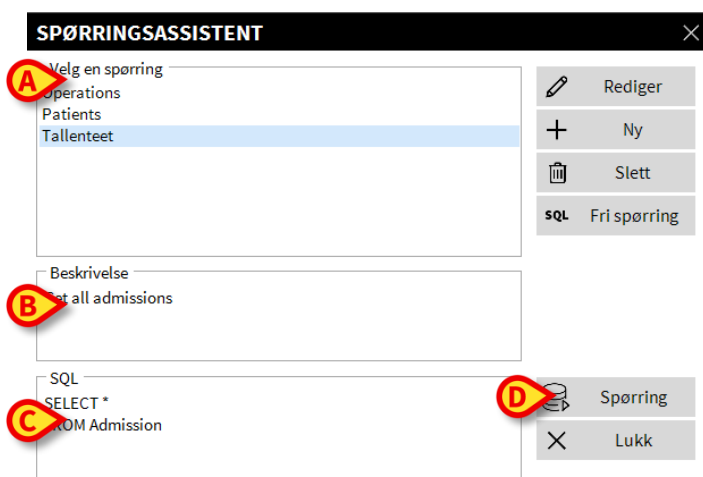

Fig. 34
Navnet utheves (Fig. 34 **A**).
En tekstlig beskrivelse av spørringen vises i “Beskrivelse”-området (Fig. 34 **B**).
“SQL”-området (angitt på Fig. 34 **C**) viser innholdet i spørringen i SQL språk (Structured Query Language).
- Klikk på **Spørring**-knappen (Fig. 34 **D** – nede til høyre).